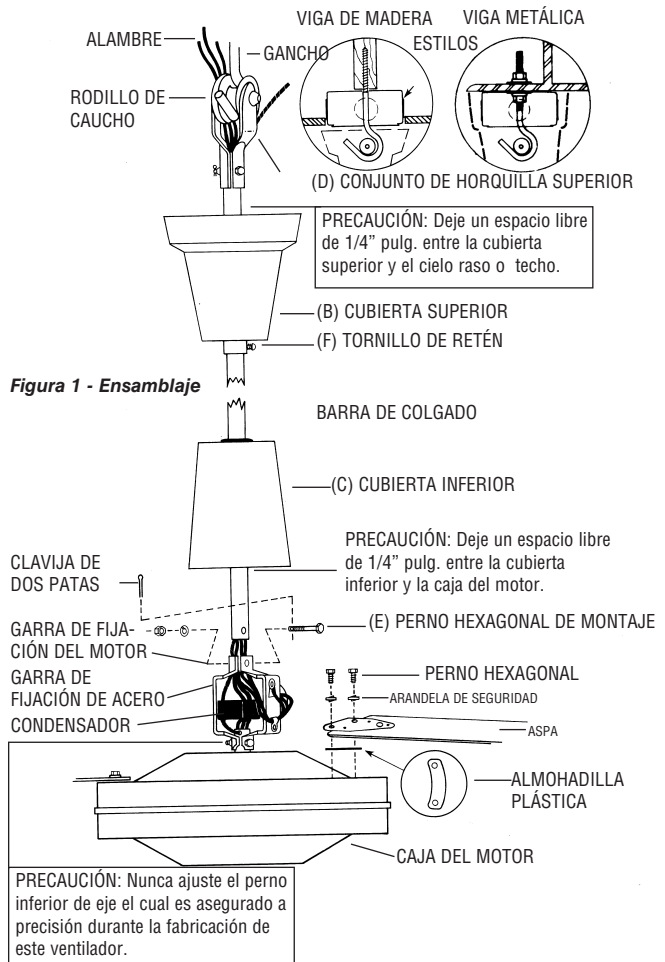

Figura 1 - Ensamblaje
2. En la garras de fijación (A) del motor, retire la clavija de dos patas y afloje la tuerca hexagonal. Retire cuidadosamente la arandela resortada y el tornillo hexagonal (E). (Véase la Figura 1)
3. Deslice la cubierta superior (B) (en forma de campana) hacia arriba por la barra. Deslice la cubierta inferior (C) hacia arriba por la barra.
4. Inserte los 5 cables eléctricos y el cable de seguridad a través del orificio central en la garras de fijación de acero sobre el motor (A) y luego continúe insertando los cables eléctricos y el cable de seguridad a través de la barra de colgado hasta que los cables eléctricos y el cable salgan en el extremo superior (horquilla).
PRECAUCIÓN: Las aspas deben sujetarse al motor según se muestra en la Figura 1. **NO** invierta las aspas durante la instalación.